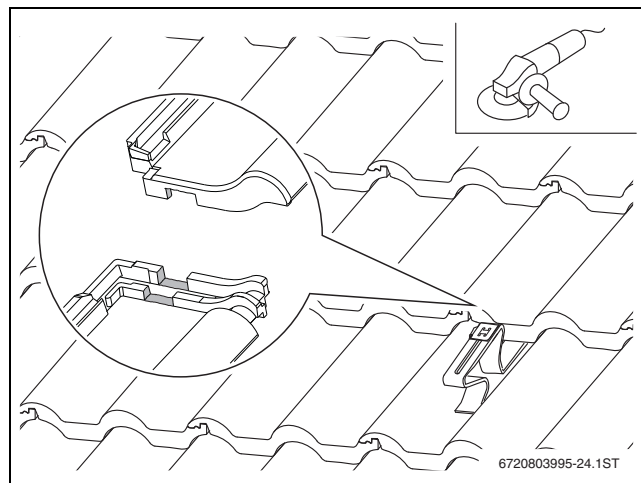

Fig. 16 Adaptation de la tuile
- Retirer avec prudence les points d'appui de la tuile dans la zone du crochet de toit (→ fig. 16).